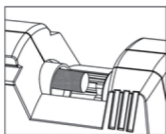

FIG..5
- Când banda lipiciului va fi consumată, pistolul de **lipire** nu poate funcționa în mod regulat, deoarece declanșatorul nu poate împinge banda adezivă. (FIG.5)